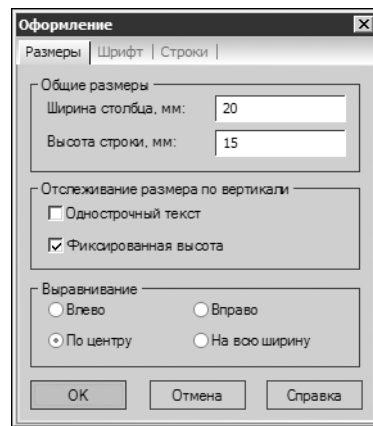

Рис. 14.15. Параметры оформления заголовка. Размеры.
13.2. В открывшемся диалоге **Оформление** (рис.14.15) включите опцию **Фиксированная высота** и введите высоту заголовка =15 .